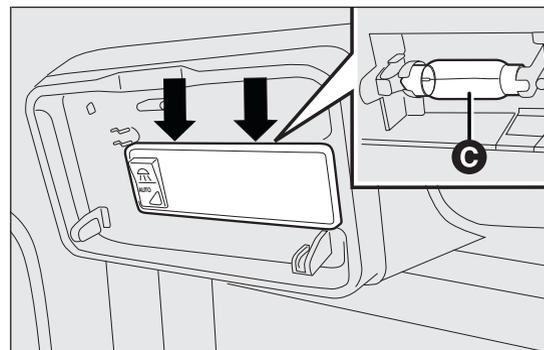

fig. 155
- sustituir la lámpara C fig. 155 soltándola de los contactos laterales y asegurándose de que la nueva lámpara quede correctamente fijada entre estos;